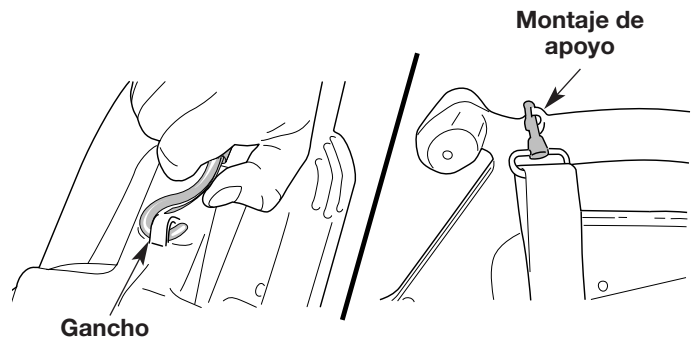

Fig. 7
3. Enganche el broche en el montaje de apoyo (Fig. 7).